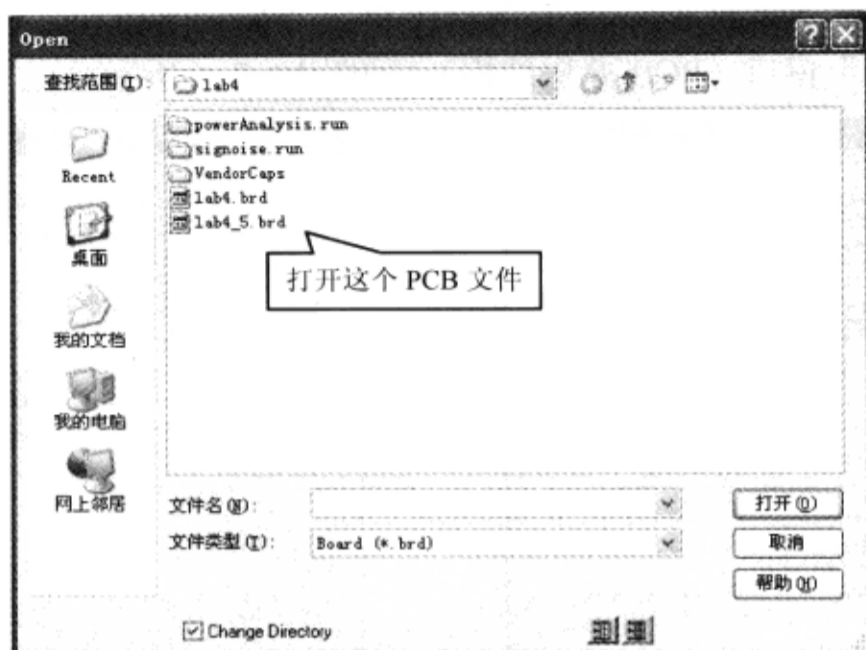

图 10-7-3 “Open”对话框
(1) 在 Allegro PCB PI option XL 窗口中执行菜单命令“File”→“Open”，弹出“Open”对话框，如图 10-7-3 所示。